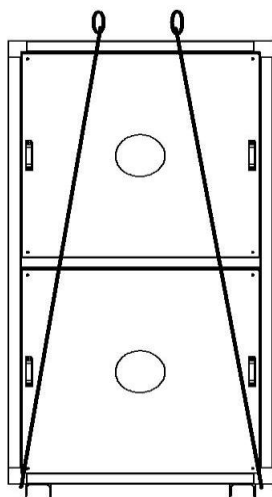

Рис.1.
Строповка должна производиться в соответствии со схемой строповки (см. рис. 1.).
- убедиться в равномерности прилегания щеточного уплотнителя. При наличии неравномерности - устранить ее, используя винты опорно-регулирующих узлов (поз.6. рис.1.);